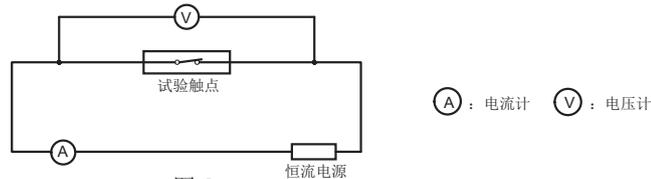

图 2
1.2 接触电阻：指接触的触点间电阻和与触点相连的簧片及引出端的导体电阻的总电阻。一般以“mΩ”表示，接触电阻的测定用图2的电压下降法进行，通常情况下，大于等于1A的负载应用情况，测试电流1A 6VDC。